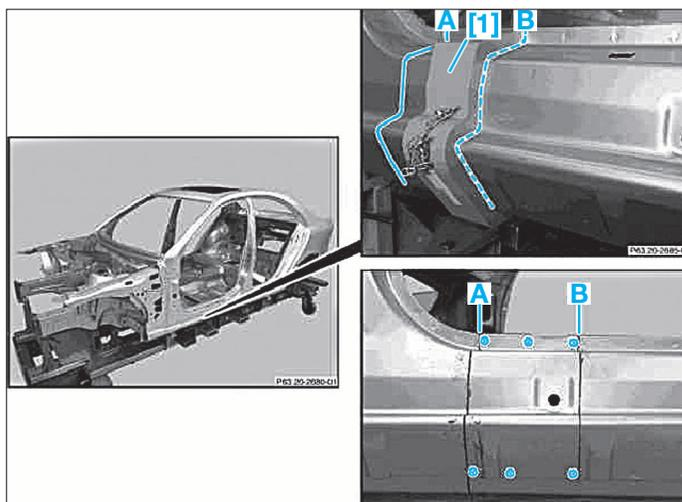

FIG. 27
- Tracer à l'aide du gabarit de découpe [1] la ligne de coupe (B) (Fig.27).